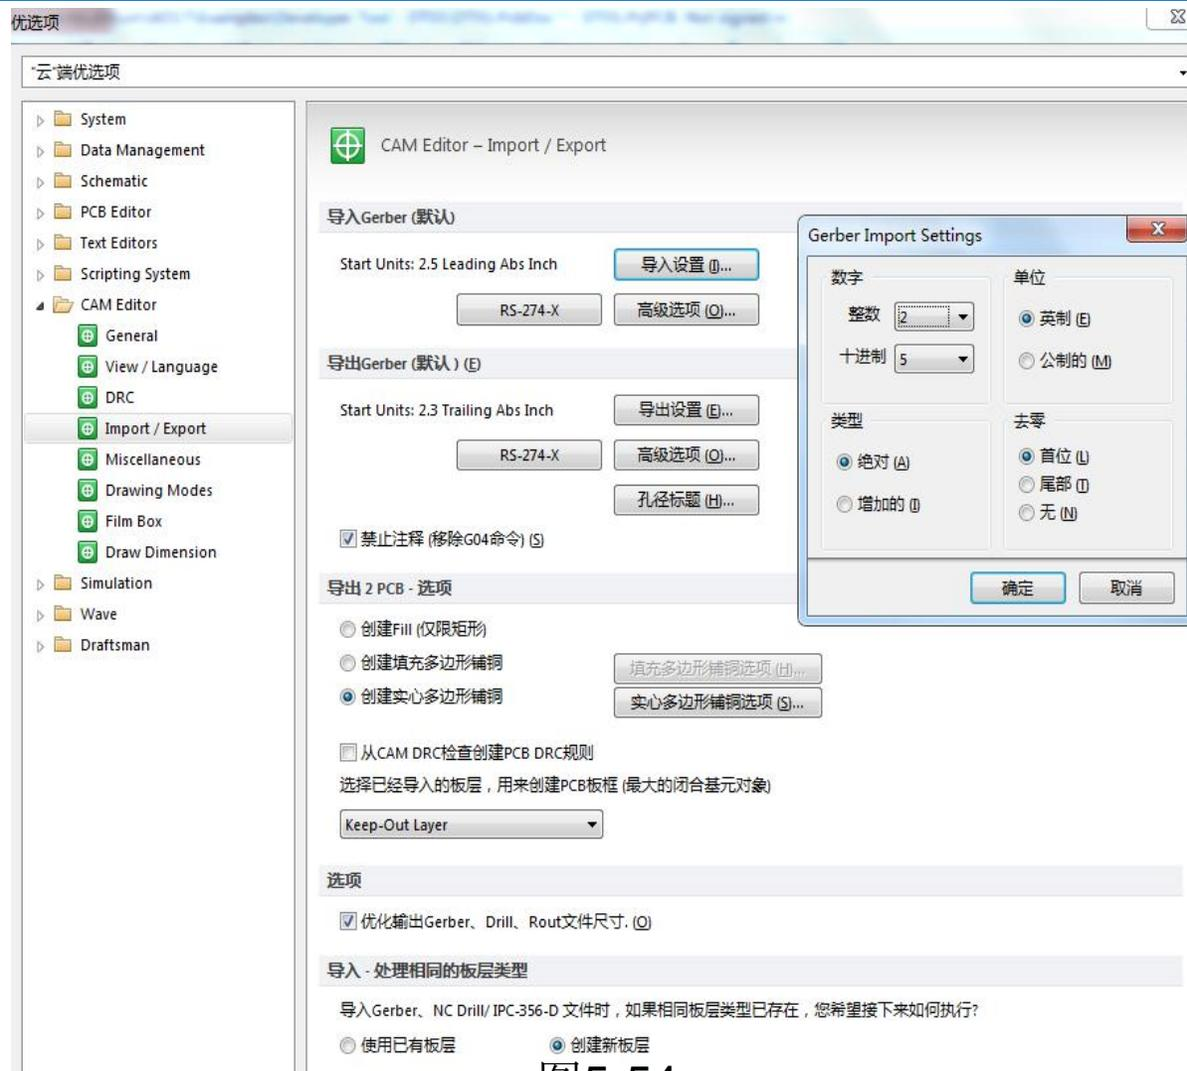

图5-54 导入Gerber文件时的对话框
展开CAM编辑器，并在展开项中选择 **Import/Export**，进入CAM编辑器导入/导出设置界面，如图5-54所示。按下面进行参数设置。
(4)如图5-54所示,在该界面左侧窗口内选择 Drawing Modes, 出现如图5-55所示界面, “CAM Editor-DrawingModes”(CAM编辑器-绘制模式)对话框。按下面参数设置。
①选择 Blips选项后,在 CAM 编辑环境下,当用鼠标单击时,将会临时显示定位符号“+”,当屏幕刷新时,会自动消失。
②其他设置参数包括栅格显示、尺寸、移动对象模式、单位、旋转方向和绘制模式。